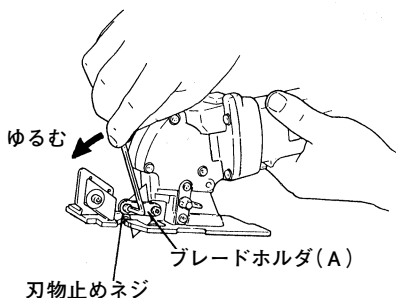

図 16
- (1) 付属の六角棒スパナで、刃物とブレードホルダー(A)を固定している刃物止めネジ2本を、反時計方向にまわしてゆるめます。(図16)